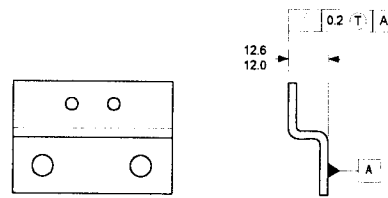

Figura 6
41. En la figura 6, el modificador de plano tangencial